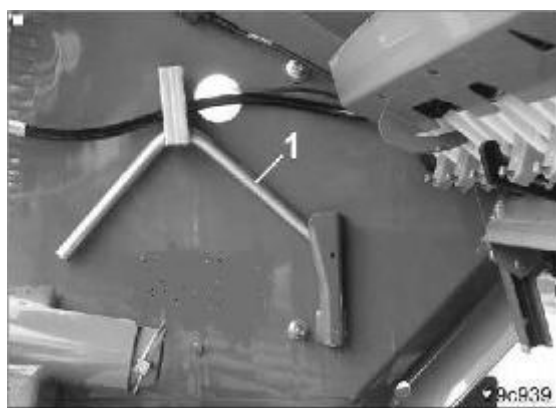

Рис.68
10. Рукоятку для установки нормы высева (Рис. 68/1) выньте из крепления под семенным бункером.